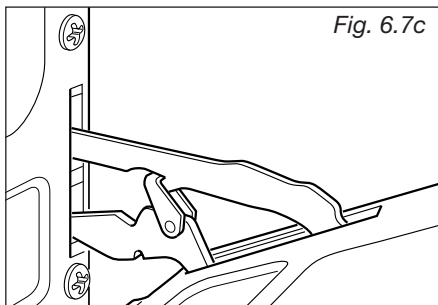

Fig. 6.7c
- Cierre con suavidad la puerta y extraiga el pasador inferior de su alojamiento (Fig. 6.7c).